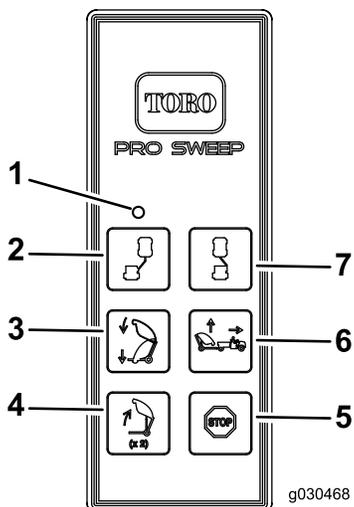

图27
2. 按住料斗倾倒按钮一秒，释放按钮一秒钟，并再次按下料斗倾倒按钮（图27）。